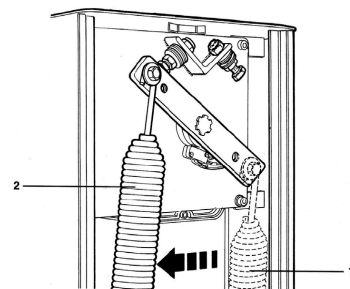

Рисунок 1.
2. Переместить балансирующую пружину из положения 1 в положение 2 (Рисунок 1),